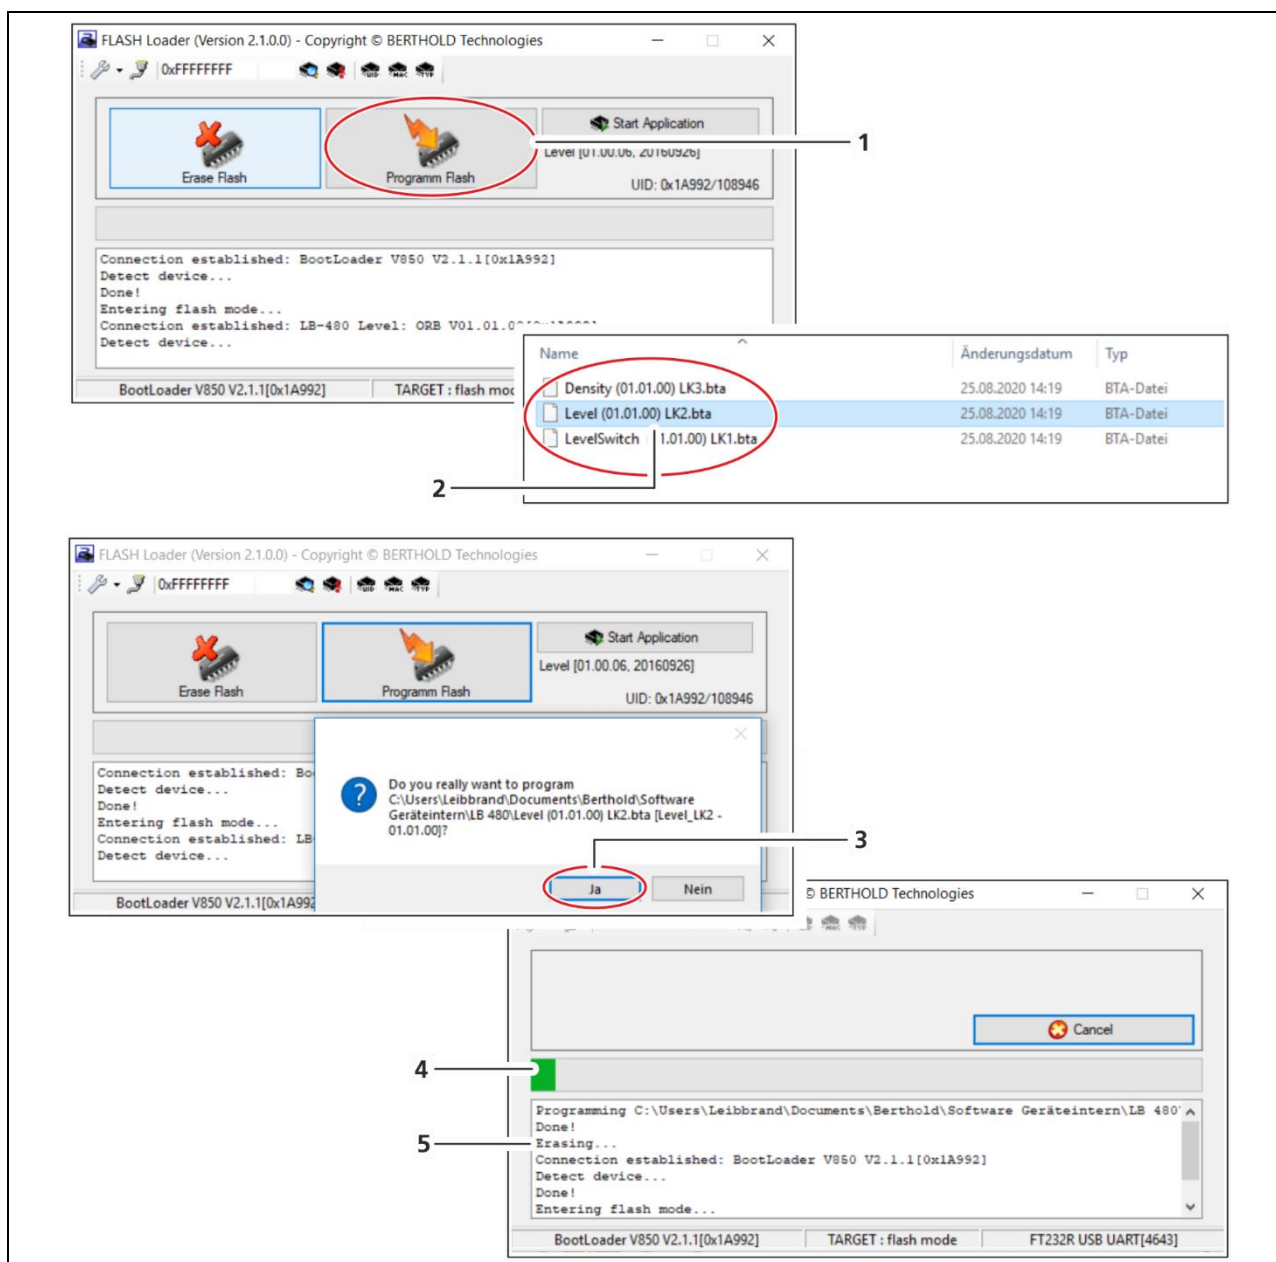

Abb. 6 Neue Software im „Flash Mode“ auswählen
25. Klicken Sie auf die Schaltfläche <Programm Flash> (Abb. 6, Pos.1).
26. Wählen Sie die Softwaredatei (.bta) passend zu Ihrer Anwendung (.bta) z.B. „01.01.00.“ (Abb. 6, Pos.2) aus und klicken Sie auf <Öffnen>.
27. Bestätigen Sie mit <Ja> (Abb. 6, Pos.3).
► Die alte Installation wird gelöscht (Abb. 6, Pos.5) und die neue embedded Software wird installiert.
Der Installationsvorgang kann bei einer niedrigen Übertragungsrate bis zu einer Stunde andauern. Brechen Sie die Installation nur ab, wenn sich der Prozessbalken (Abb. 6, Pos.4) längere Zeit nicht verändert.